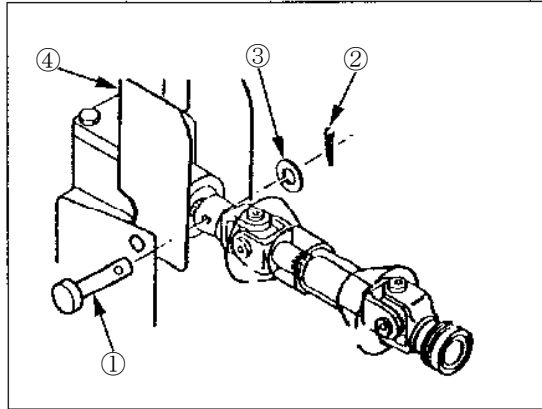

Figure 4
Universal Joint Assembly (Figure 4)
Montage du joint universel (Figure 4)
1. Before operation, always check the pin and split pin on the joint to be placed securely, Figure 4.
1. Avant de procéder, vérifier que la goupille et l'épingle sont proprement en place sur le joint. Figure 4.